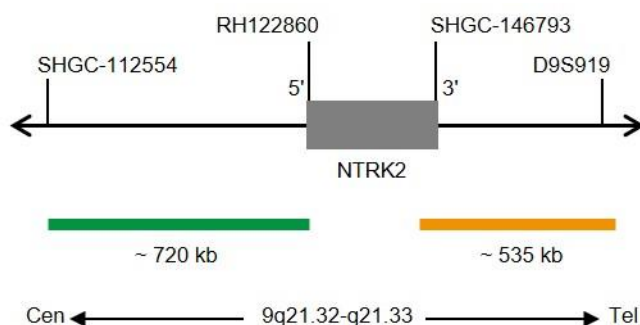

Fig. 1: Mappa della sonda SPEC NTRK2 (non in scala)
- Polinucleotidi (~10 ng/ μ l) marcati con ZyGreen (eccitazione 503 nm/emissione 528 nm), le cui sequenze target mappano in 9q21.32-q21.33* (chr9:86,569,621-87,287,312) prossimali al punto di rottura di NTRK2 (vedere Fig. 1).
- Polinucleotidi (~4.5 ng/ μ l) marcati con ZyOrange (eccitazione 547 nm/emissione 572 nm), le cui sequenze target mappano in 9q21.33* (chr9:87,589,037-88,124,082) distali al punto di rottura di NTRK2 (vedere Fig. 1).